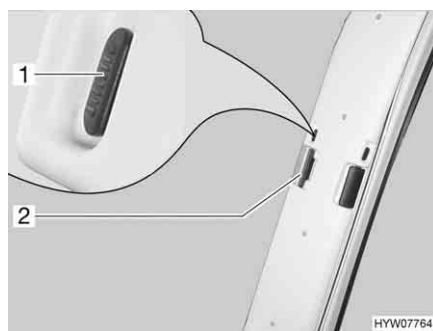

Fig. 61 Tendina oscurante pieghevole per il parabrezza
- Spingere il bottone di bloccaggio (Fig. 61,1) verso l'alto.
- Tirare la tendina oscurante pieghevole del parabrezza per la maniglia (Fig. 61,2) verso il centro della finestra.
- Spingere verso l'esterno le due metà della tendina oscurante pieghevole del parabrezza per la maniglia (Fig. 61,2) fino all'arresto.
- Spingere il bottone di bloccaggio (Fig. 61,1) in basso.